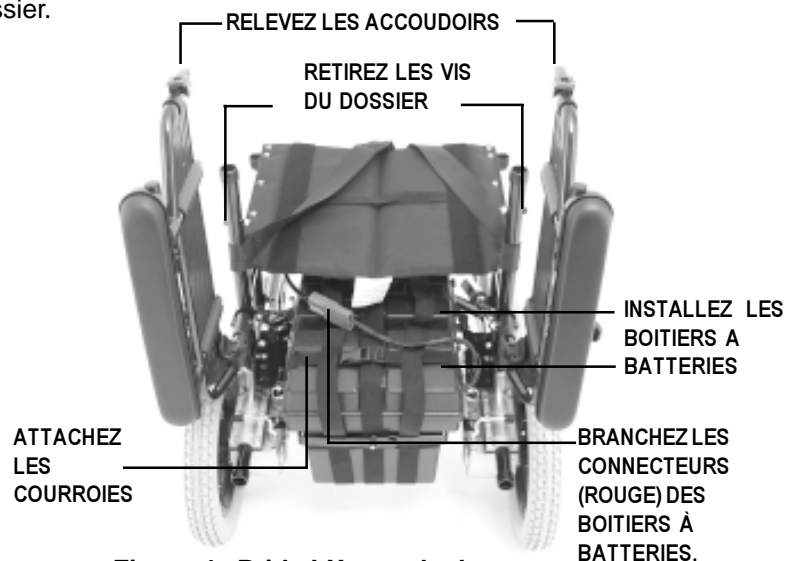

Figure 4. Pride LX vue de dos
5. Placez les boîtiers à batteries dans le cadre. Assurez -vous que chaque disjoncteur soit sur le coté droit de la base motorisée. Branchez les connecteurs rouges. Attachez les courroies des boîtiers à batteries et serrez bien. Voir la figure 4.
6. Retirez le papier plastique du mât du siège et les vis du dossier. Voir la figure 4.